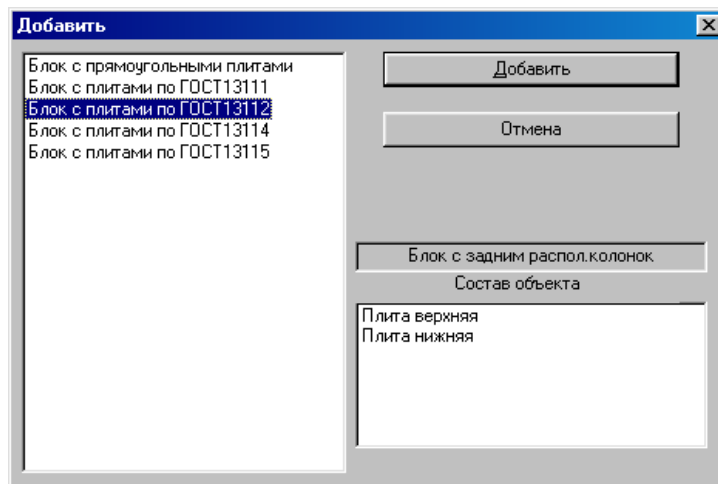

Рисунок 1.51 – Вікно списку видів конструкцій стандартного блоку
- в “Блок стандартний” додається необхідний вид конструкції блоку (список видів конструкцій висвітлюється на екрані (рис. 1.51);